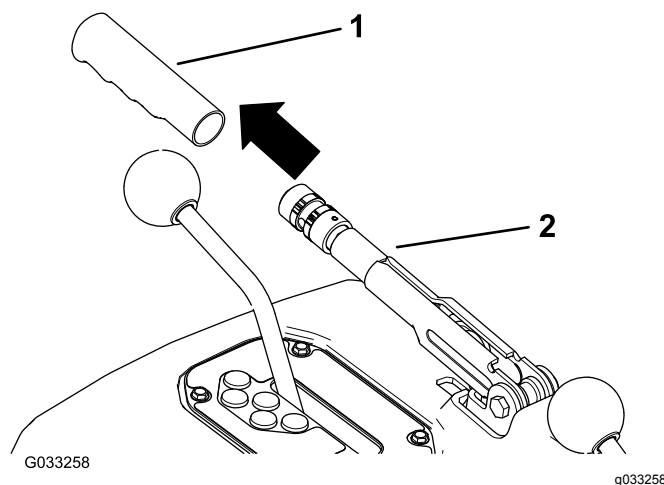

Figura 77
1. Togliete l'impugnatura di gomma dalla leva del freno di stazionamento (Figura 77).
5. Rimontate l'impugnatura di gomma sulla leva del freno di stazionamento (Figura 77).